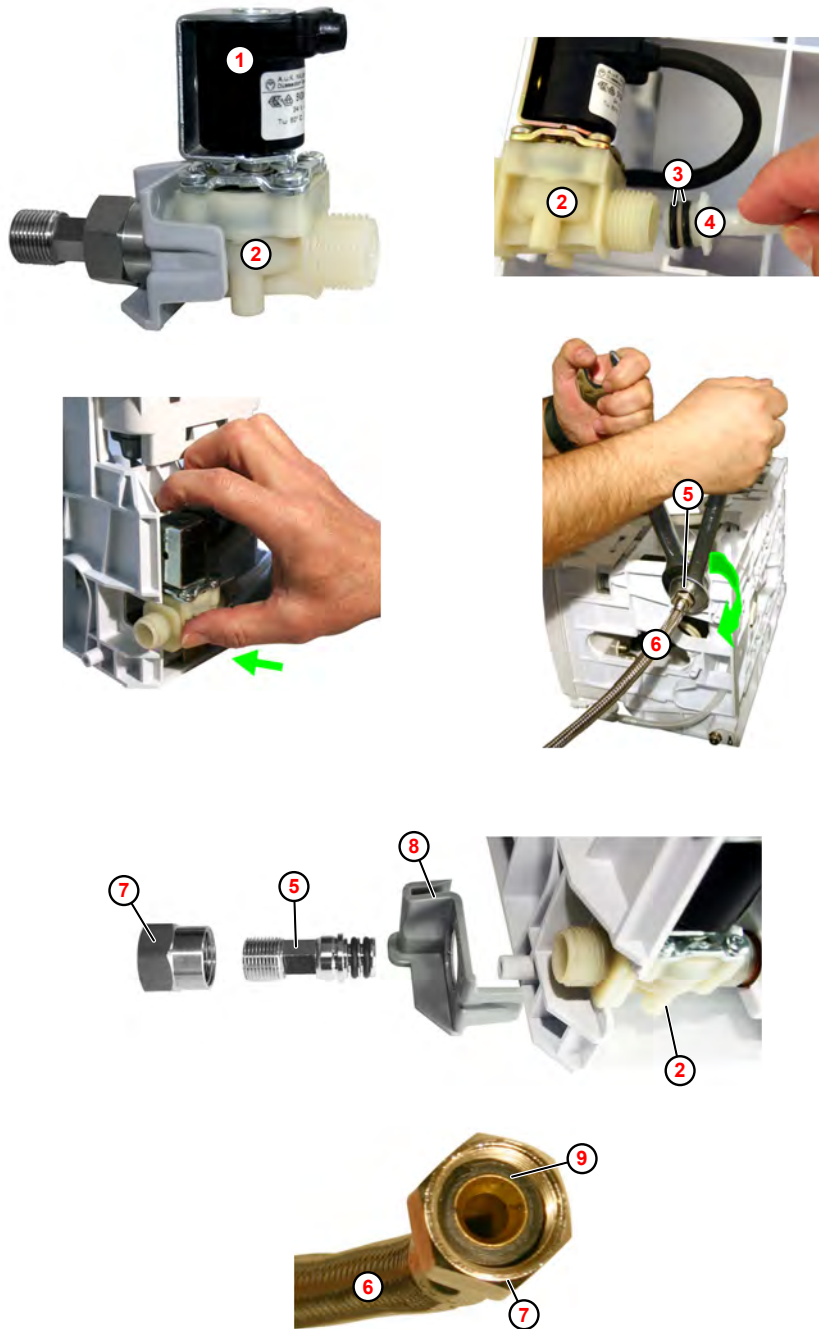

Abb. 21: Montage Magnetventil
1. Spule (Abb. 21 , ①) gegen Ventilkörper ② drücken und gleichzeitig im Uhrzeigersinn (nach rechts) ca. 30° drehen, bis die Spule hörbar einrastet.
2. O-Ringe ③ am Anschlussniessel ④ mit einem fussselfreien Lappen reinigen.
3. Verbindungsniessel ④ in Ventil ② einführen bis es mit dem Ventilgehäuse bündig ist.
5. Halteelement ⑧ auf den Ventilkörper und das Gehäuse aufstecken.
6. Anschlussadapter ⑤ vorsichtig in den Ventilkörper stecken (schwergängig).
7. Überwurfmutter ⑦ auf den Ventilkörper aufschrauben.
8. Zulaufschlauch ⑥ auf den Anschlussadapter aufschrauben.